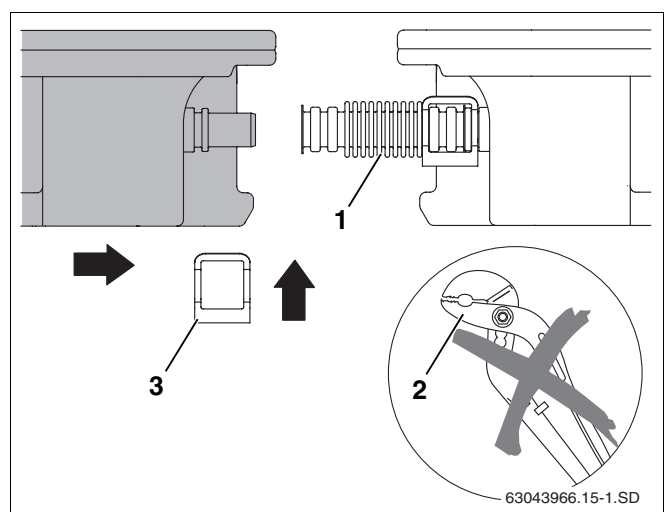

Fig. 49 Deslizar el segundo colector hasta el primero
- ▶ No utilice herramientas tales como alicates (fig. 49, **pos. 2**). Estos pueden dañar la unión del tubo ondulado haciéndola inservible.
- ▶ Deslice el segundo colector hacia el primer colector de tal forma que las conexiones del colector se deslicen hasta entrar en las uniones de tubo ondulado (fig. 49, **pos. 1**) montadas previamente en el primer colector.
- ▶ Introduzca la segunda abrazadera (fig. 49, **pos. 3**) sobre la unión del tubo ondulado y la conexión del colector.